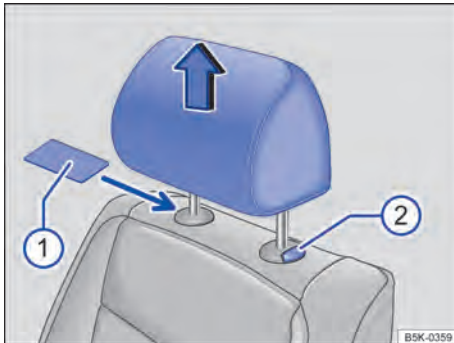

Fig. 64 Desinstalar o apoio para cabeça dianteiro.
- Se necessário, empurrar um objeto plano, por exemplo, um cartão de plástico, entre o revestimento do encosto do banco e a capa de cobertura da barra guia do apoio para cabeça \Rightarrow Fig. 64 (1) para destravar.
- Retirar o apoio para cabeça com o botão (2) pressionado.